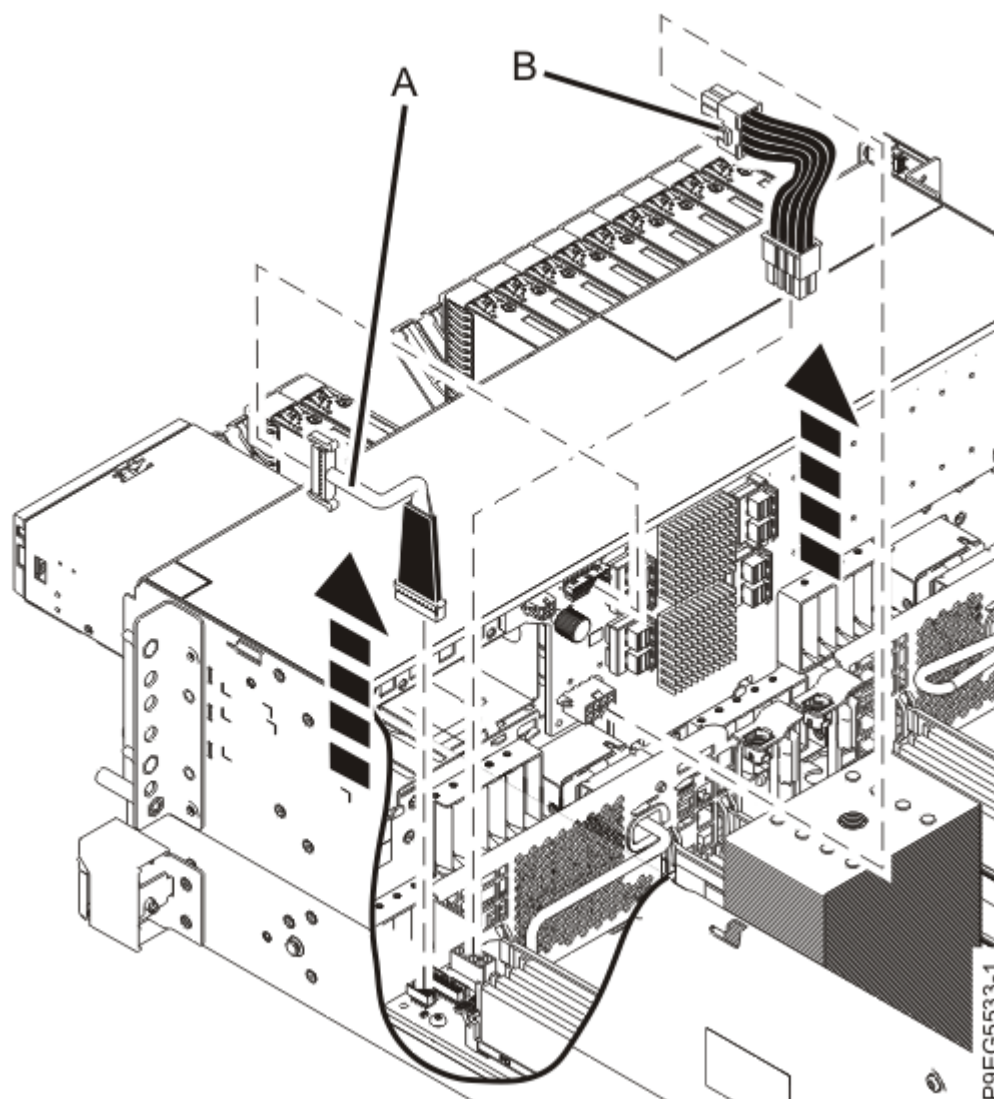

Figura 94. Desconexión del cable de señal y del cable de alimentación
3. Etiquete y desconecte el cable de alimentación **(B)** de la placa posterior de la unidad de disco, tal como se muestra en la Figura 94 en la página 106.